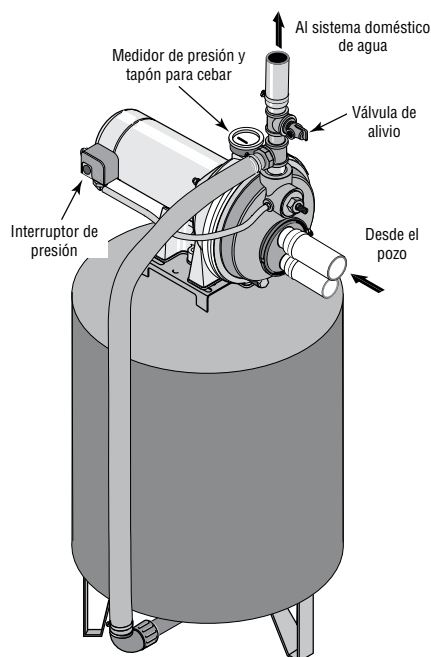

Figura 12: Conexiones del Tanque Pre-cargado
Conexión de tanque de pre-carga (Figura 12)
1. Instale una boquilla de cierre y una "T" en el orificio de descarga de la bomba (vea la Figura 12). La tubería debe ser al menos del mismo tamaño que el orificio de descarga. Instale una tubería o una manguera reforzada desde un brazo de la "T" al orificio en el tanque de pre-carga.